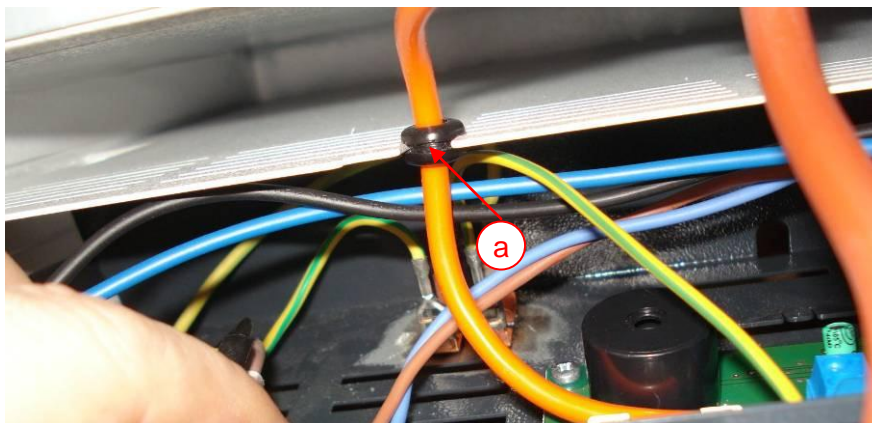

Abb. 28 – Durchführung Ausgleichsleitung
- Neue Ausgleichsleitung in umgekehrter Reihenfolge montieren. Die Durchführungstülle (Abb. 28 a) von der alten auf die neue Leitung übernehmen und wie in Abb. 28 abgebildet montieren.